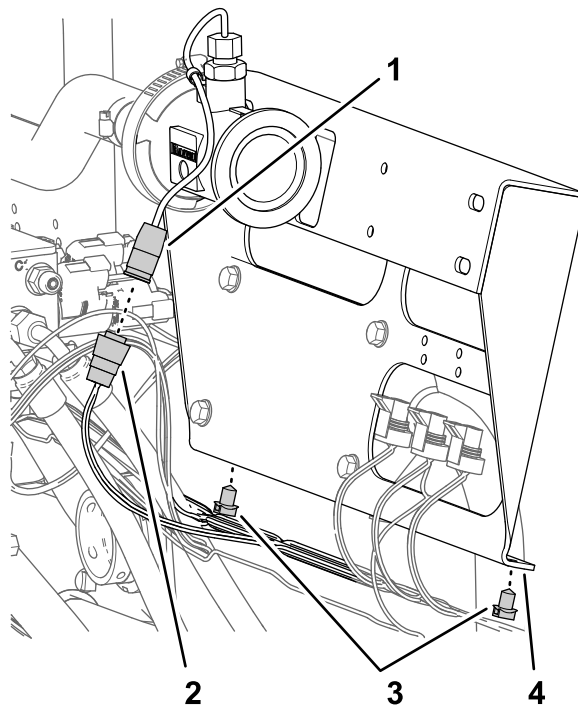

Figura 70
1. Scollegate il connettore a 3 prese del cablaggio preassemblato della macchina indicato come FLUSSOMETRO dal connettore a 3 pin del flussometro (Figura 70).
dalla flangia inferiore della staffa della valvola di sezione (Figura 70).